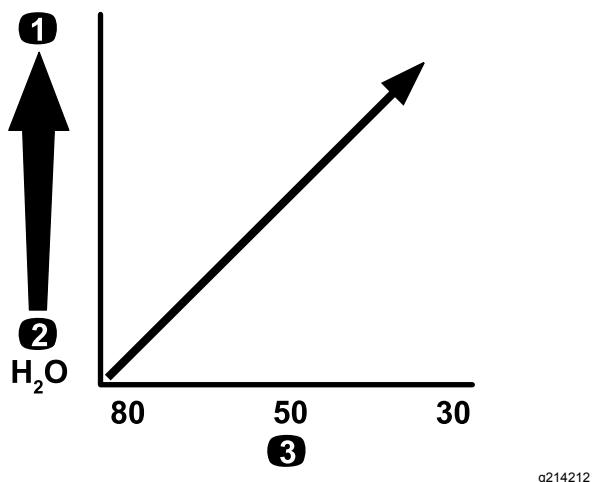

Figura 21
**Importante:** Se state irrorando con prodotti chimici a viscosità più elevata (densità maggiore) o soluzioni con polveri bagnabili, potreste dover utilizzare una rete della griglia più grossolana per il filtro di aspirazione opzionale, fate riferimento a Figura 21.